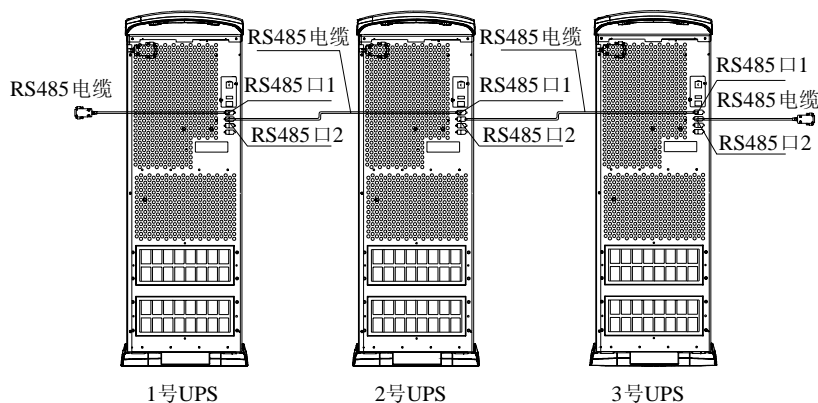

图 2-6 RS-485 的连接
- 2) 通过 RS-485 电缆, 将多台 UPS 通过后面板的两个 RS-485 口进行串联起来, 如图 2-6。